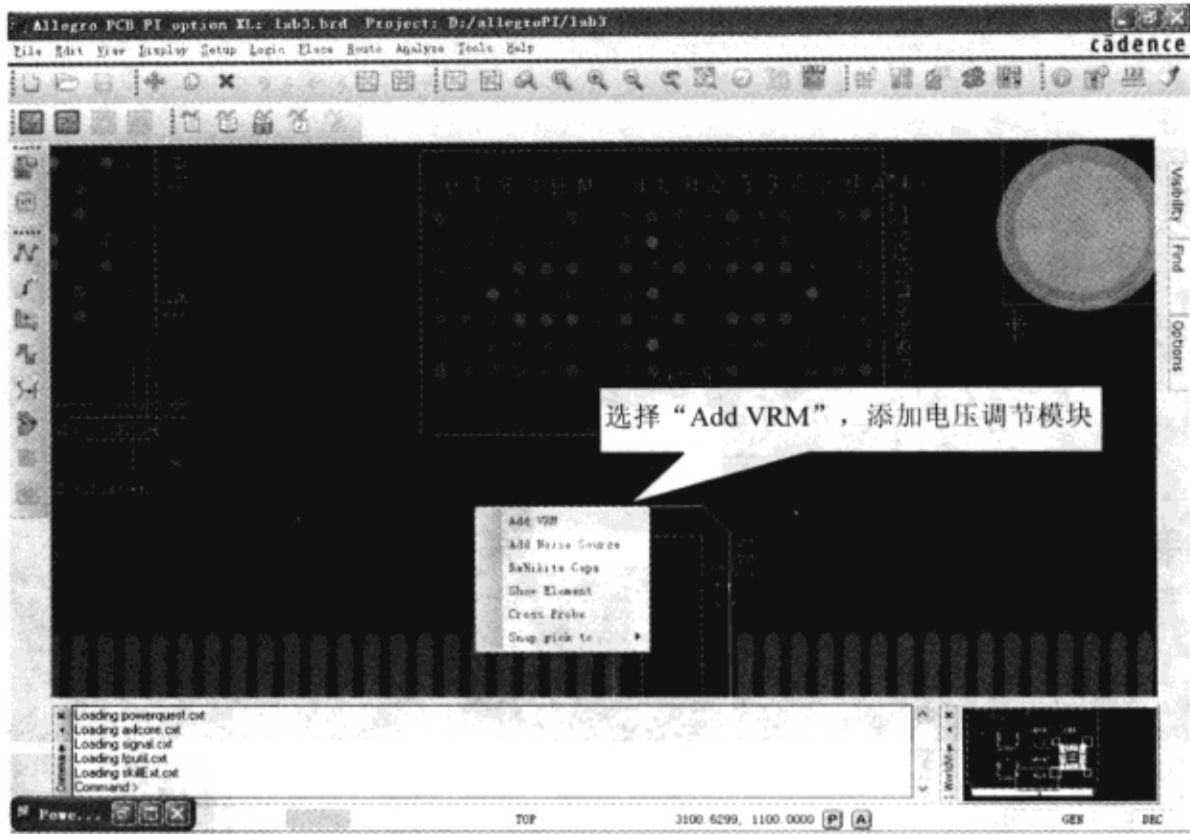

图 9-7-13 添加电压调节模块
(1) 在 Allegro PCB PI option XL 窗口中单击鼠标右键，在弹出的菜单中选择“Add VRM”，一个代表电压调节模块的图标就会随着光标移动，如图 9-7-13 所示。